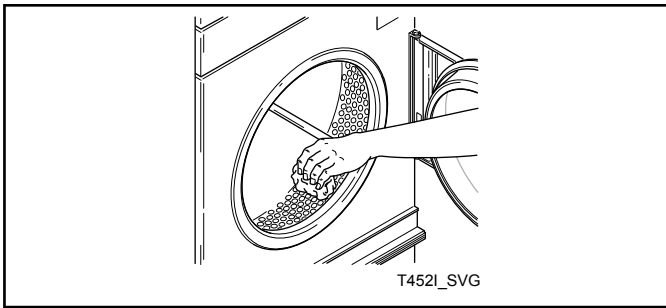

Figure 14
10. Essuyer le cylindre avec un nettoyant ou un détergent universel et une solution aqueuse. Se reporter à la Figure 14 .